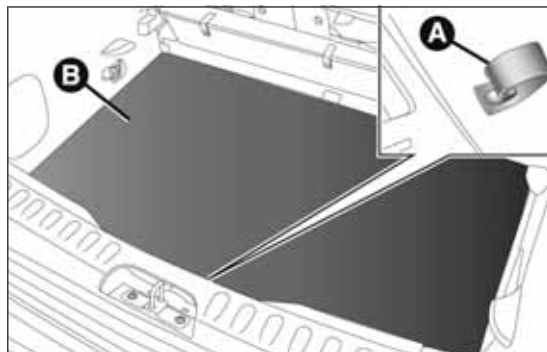

fig. 155
- ☐ abrir el maletero, tirar de la lengüeta A fig. 155 y levantar la alfombrilla de revestimiento B hacia arriba;